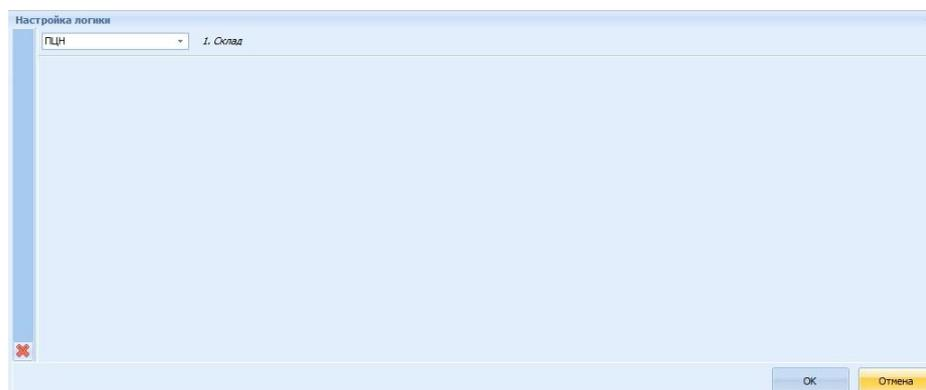

Рисунок 7.13 Окно «Настройка логики» специального сценария
- в первом поле выбрать состояние ПЦН или Лампа (Рисунок 7.13),